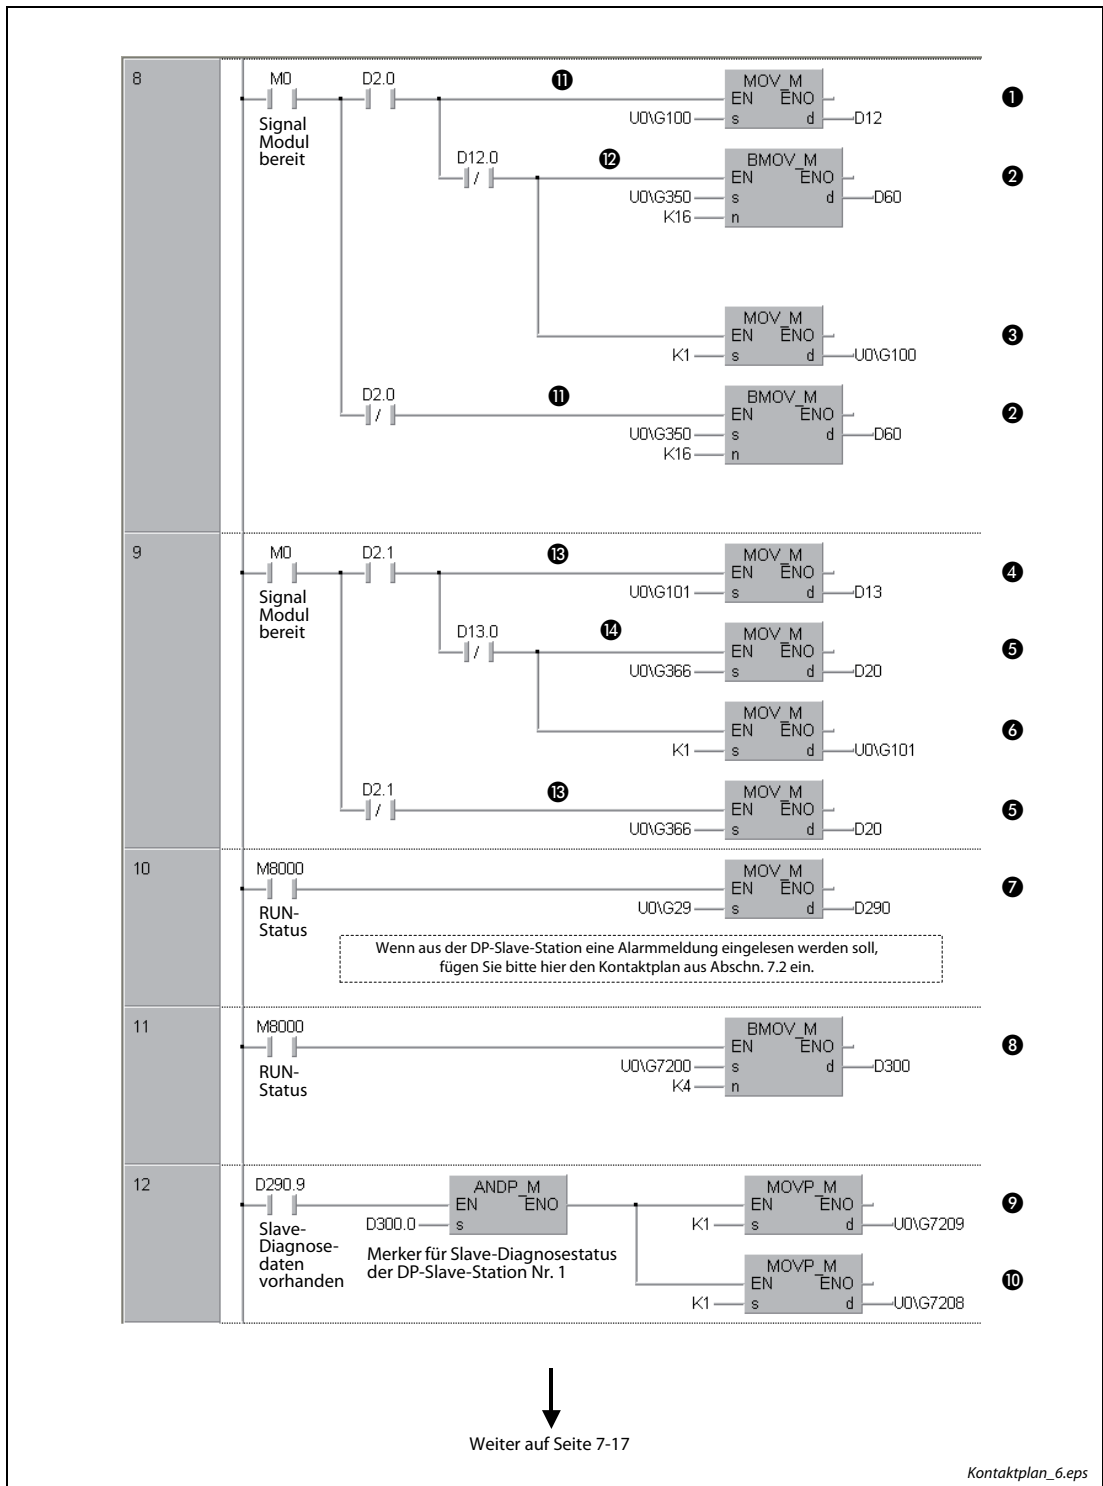

Abb. 7-13: Kontaktplan des Beispielprogramms mit dem GX IEC Developer (3)
⑤	Die zyklischen Eingangsdaten der DP-Slave-Station Nr. 2 werden aus BFM #366 gelesen.
⑥	Der Merker für Anforderung zyklischer Eingangsdaten von DP-Slave-Station Nr. 2 wird aktiviert (EIN).
⑦	Der Fehlerstatus des Masters wird aus BFM #29 gelesen.
⑧	Der Merker für zyklischen Slave-Kommunikationsfehler (Slave-Diagnosestatus) wird aus BFM #7200–#7203 gelesen.
⑨	Die Nummer der DP-Slave-Station wird für die Anforderung der Diagnoseinformation in BFM #7209 geschrieben.
⑩	Bit 0 von BFM #7208 zur Anforderung von Slave-Diagnoseinformationen wird aktiviert (EIN).
⑪	Merker für Aktivierung/Deaktivierung der Konsistenz zyklischer Eingangsdaten an DP-Slave-Station Nr. 1.
⑫	Merker für Anforderung zyklischer Eingangsdaten von DP-Slave-Station Nr. 1.
⑬	Merker für Aktivierung/Deaktivierung der Konsistenz zyklischer Eingangsdaten an DP-Slave-Station Nr. 2.
⑭	Merker für Anforderung zyklischer Eingangsdaten von DP-Slave-Station Nr. 2.
Tab. 7-6: Beschreibung des Kontaktplans in Abb. 7-13 (3)